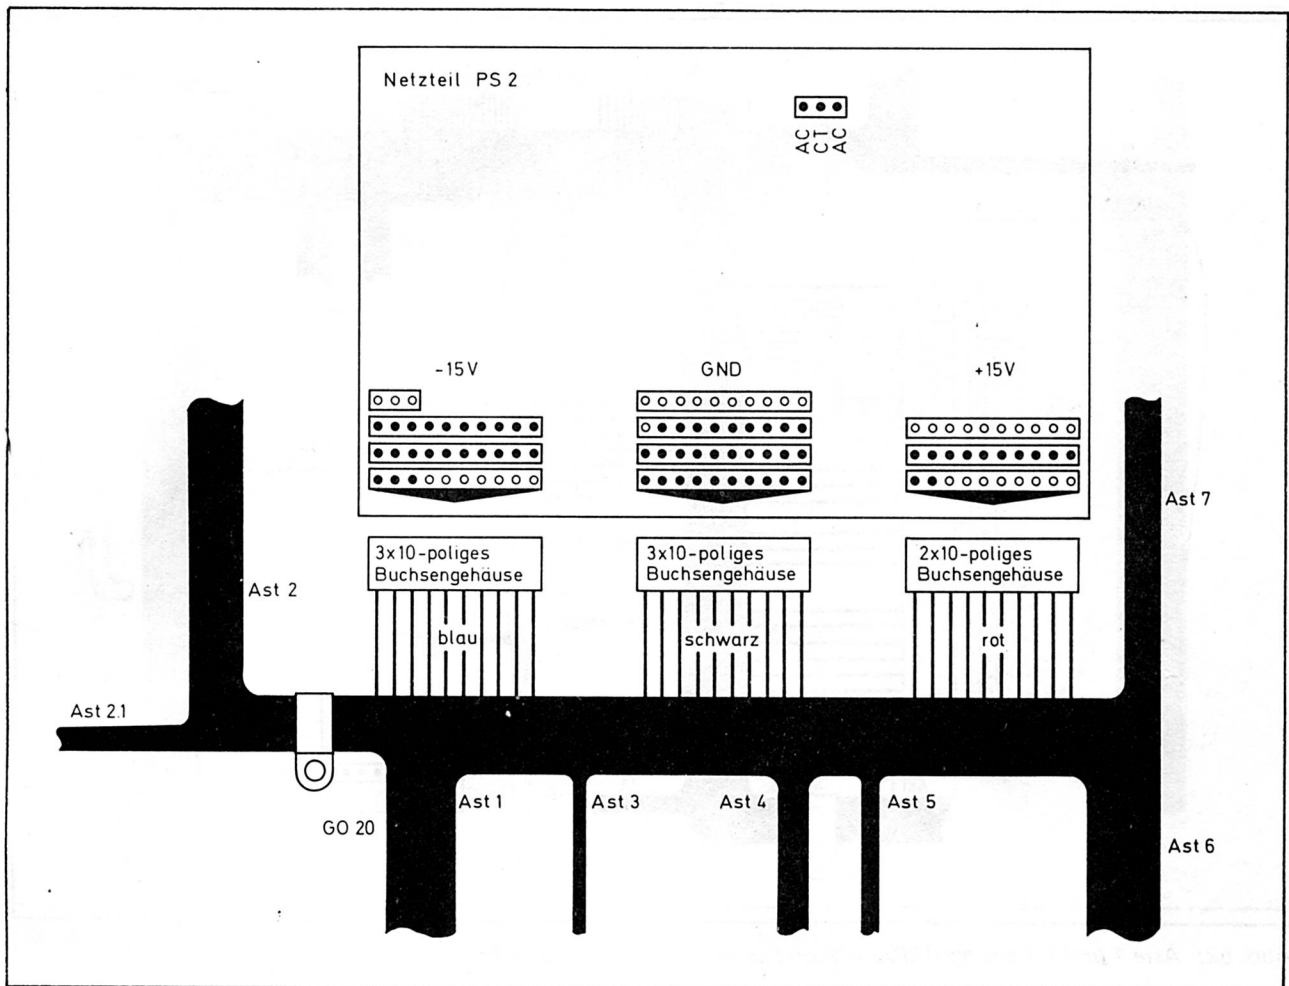

Abb. 51: Der GO 20 am Netzteil PS 2
4. Abb. 51 zeigt den Kabelbaum im Bereich des (später dort anzuschließenden) Netzteils. Hier an alle blauen, schwarzen und roten Enden einen Anschlagkontakt anlöten. (Aus dem Bausatz Netzteil, Verarbeitung siehe z.B. BA Netzteil W 2 + W 3, dort Seite 18.)
5. Die 23 blau belegten Anschlagkontakte auf drei 10-polige Buchsengehäuse (Bausatz Netzteil) so verteilen, daß die drei Buchsengehäuse parallel nebeneinander liegend später am Netzteil PS 2 auf die Stiftleisten "15 V" aufgesteckt werden können. Nebenzeichnung in Abb. 51 beachten !